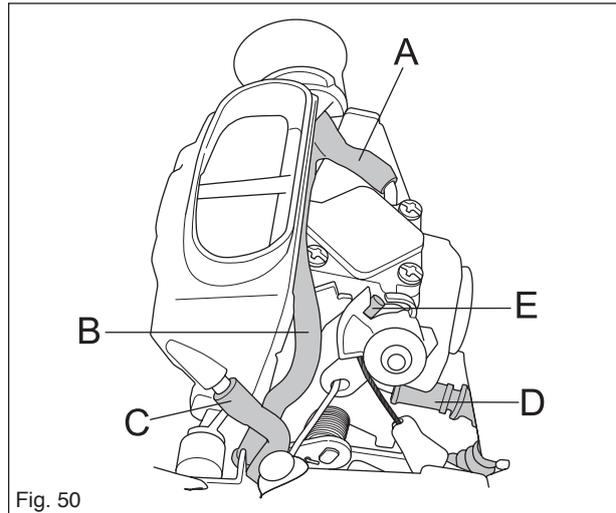

Fig. 50
3. Desserrer les tuyaux A à D, voir figure 50.
6. Accrocher le câble des gaz E au conduit d'aspiration, voir figure 50.